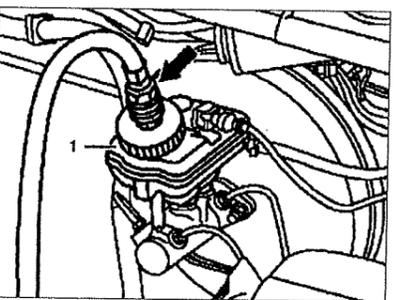

Рис. 1.38. Присоедините сливной шланг (стрелка) к бачку.
5. Присоедините сливной шланг (стрелка) (см.рис.1.38).